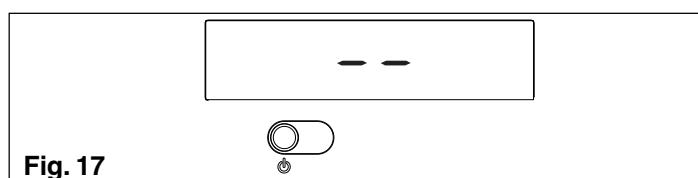
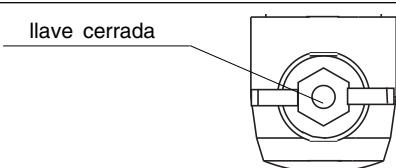

Fig. 17
Fig. 25
- ⚠** La caldera se vuelve a encender en el estado en que estaba antes del apagado: si la caldera estaba en invierno confort cuando se apagó, se volverá a encender en invierno confort; si estaba en estado OFF, el visor digital visualizará en la zona central dos segmentos (fig. 17). Pulsar la tecla para activar el funcionamiento.
En caso de breves ausencias pulsar la tecla para apagar la caldera. El visor digital visualizará en la zona central dos segmentos (fig. 17). De este modo dejando activas la alimentación eléctrica y la alimentación del gas, la caldera está protegida por los sistemas:
En caso de ausencias prolongadas pulsar la tecla para apagar la caldera (fig. 17). El visor digital visualizará en la zona central dos segmentos. Posicionar el interruptor general de la instalación en "apagado". Luego cerrar la llave del gas situado debajo de la caldera, girando en el sentido de las agujas del reloj (fig. 25).